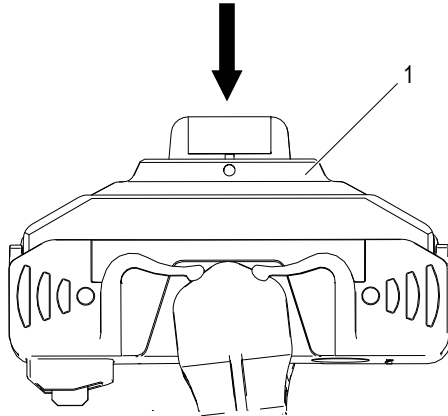

Abb. 185: Leichtgängigkeit des Abnehmergehäuses prüfen
→ Die Leichtgängigkeit des Abnehmergehäuses (1) prüfen (siehe Abb. 185).